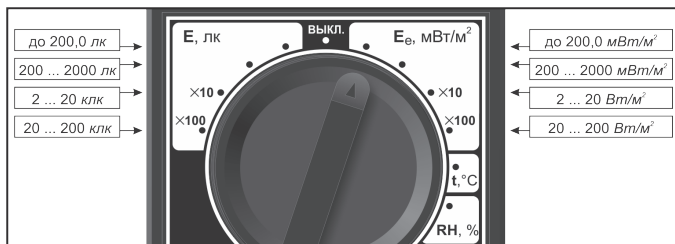

Рис.2 – Пределы измерения световых параметров
7.2.2 Появление на ЖКИ символа « 1 . . . » информирует о превышении значения измеряемого светового параметра установленного предела и о необходимости перехода на последующие пределы измерения (Рис.2).